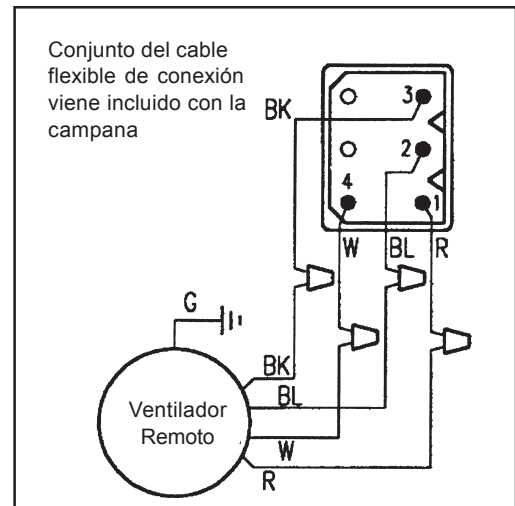

Figura 14
4. Conecte los cables de la fuente de alimentación a los cables de la campana en el siguiente orden: cable negro con negro, blanco con blanco y el cable verde al tornillo verde de tierra en el bastidor. Use los conectores de alambre tipo resorte que vienen incluidos. (Los conectores de alambre que faltan o que se perdieron deben ser reemplazados solamente con: Conectores de alambre tipo resorte, diseñados para un mínimo de (2) alambres calibre #18 y un máximo de (4) alambres calibre #14, aprobados por UL y CSA y una capacidad nominal de 600V y 302 grados F / 150 grados C.
7. Conecte el ventilador remoto a los cables de conexión flexible (rabillo) (Paso 6) como se indica en la Figura 14 usando las tuercas de cable incluidas. Conecte el cable verde (tierra) del soplador remoto al tornillo de tierra en la caja de conexiones.